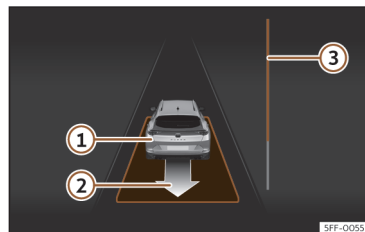

Fig. 154 No ecrã do painel de instrumentos: sair do estacionamento de um lugar em paralelo.
• Retroceda até soar o sinal contínuo do ParkPilot; **OU**: faça marcha-à-trás até aparecer a indicação de fazer marcha à frente no ecrã do painel de instrumentos. A barra de progresso >>> **Fig. 154**  indica a distância a percorrer.